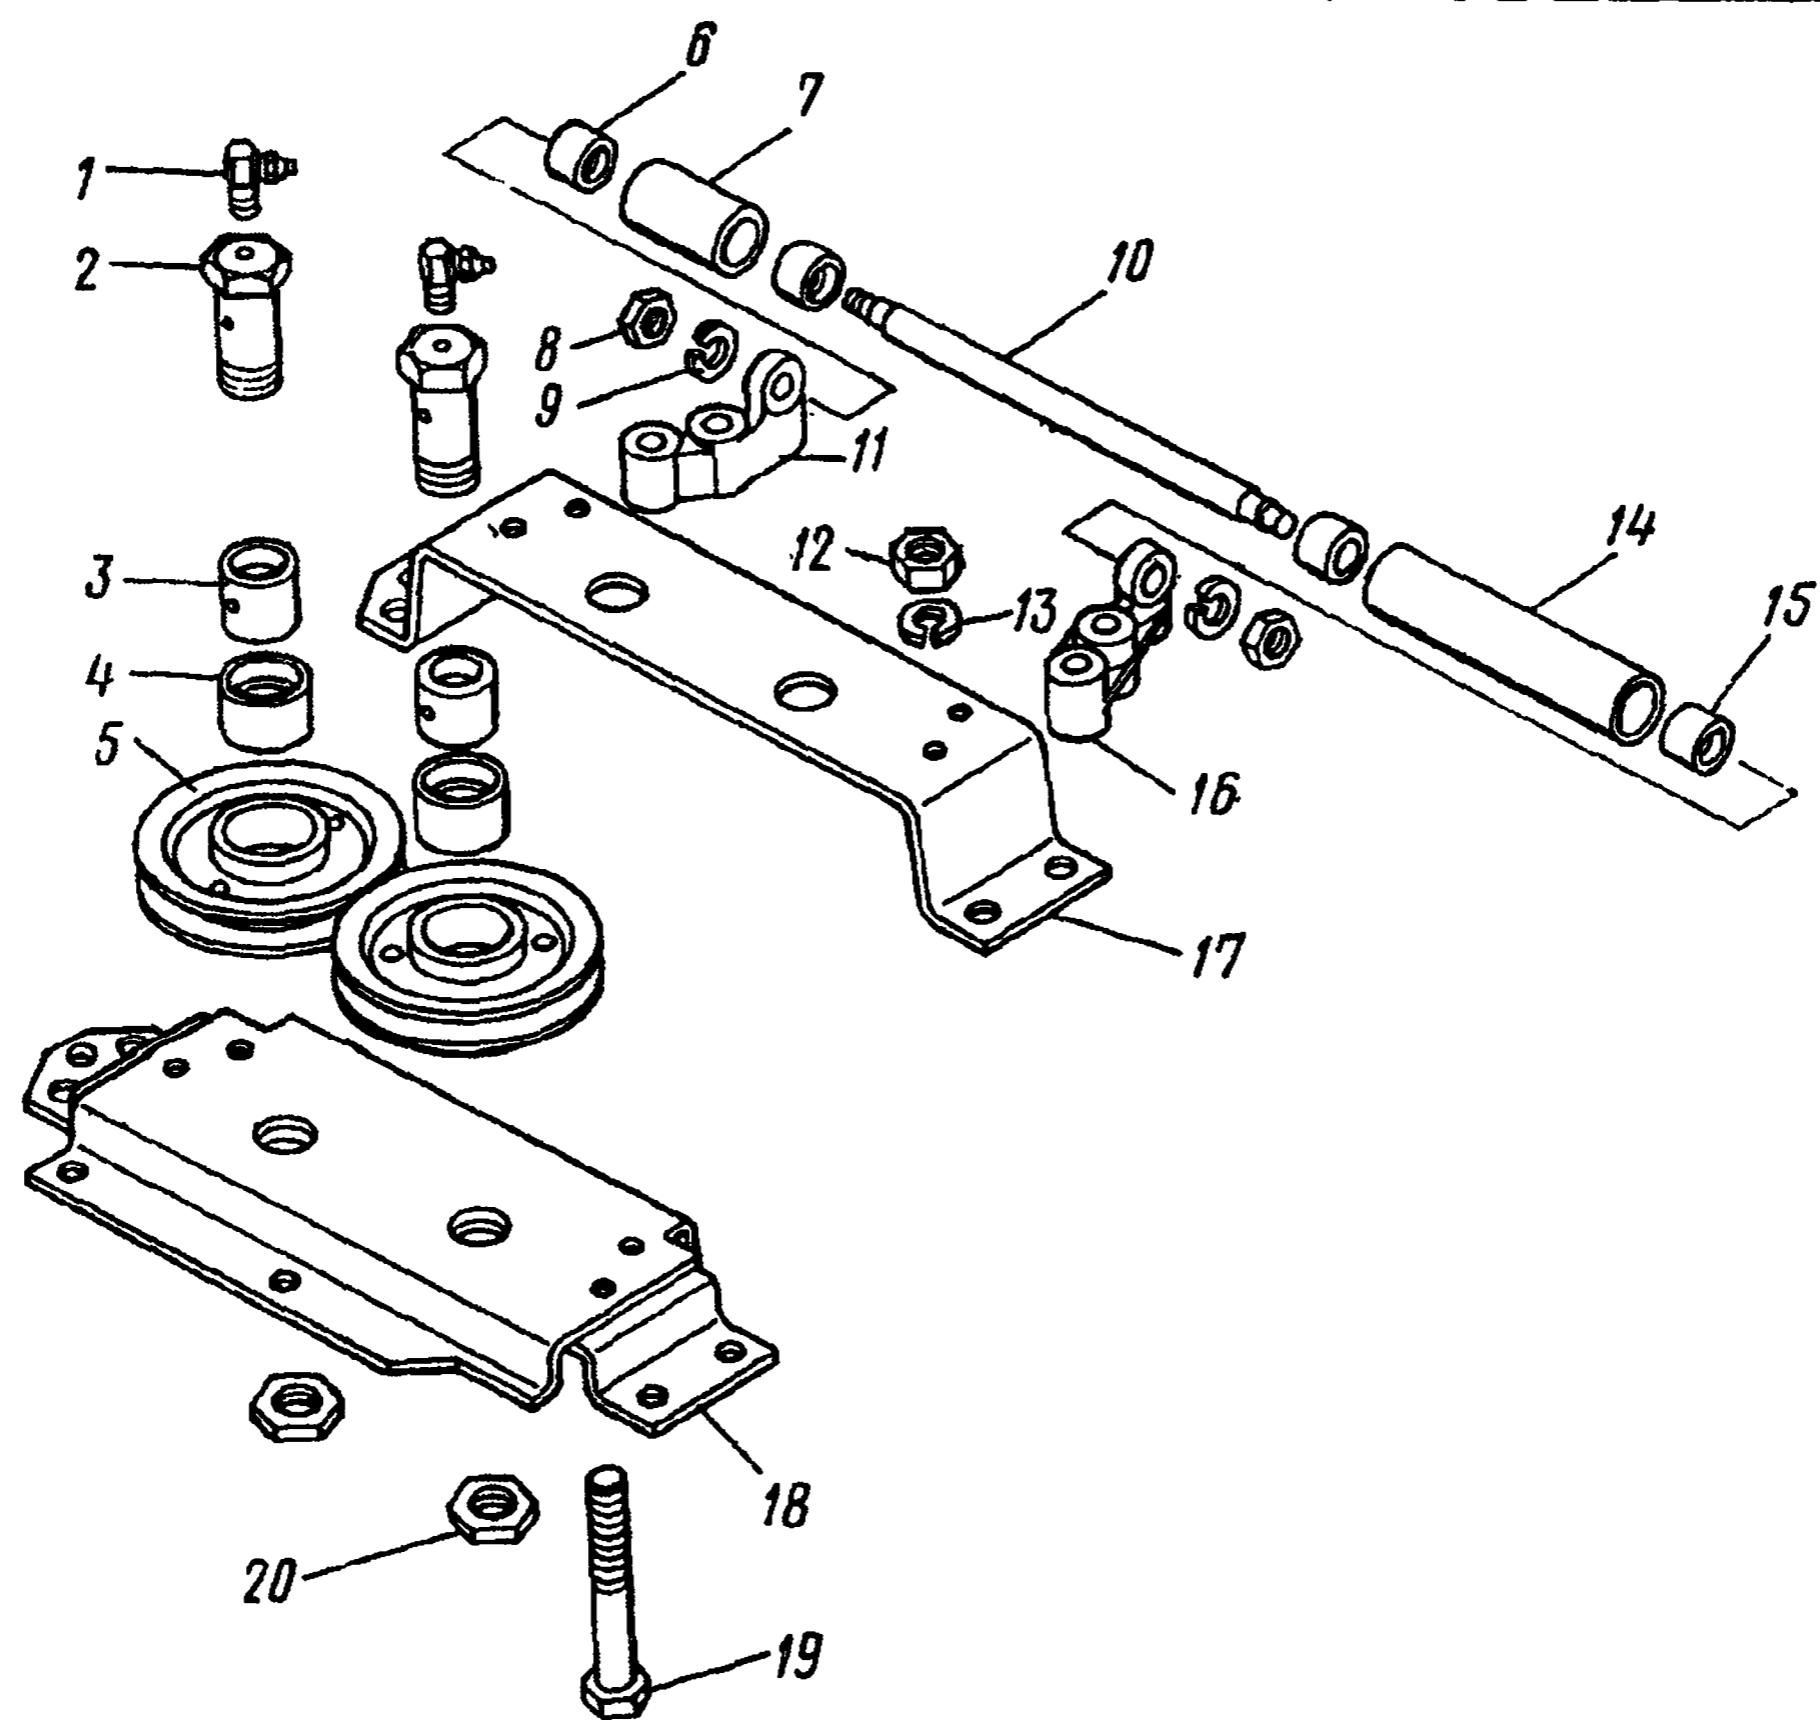

Рис. 343. Ролики направляющие лебедки задние:
39. Выверните масленки 1 (рис. 343) со штуцерами из осей 2 вертикальных роликов	Ключ 17 мм
119. Запрессуйте в горизонтальные ролики 7 и 14 (см. рис. 343) втулки 6 и 15.	Посуда для смазки, лопаточка, молоток, оправка